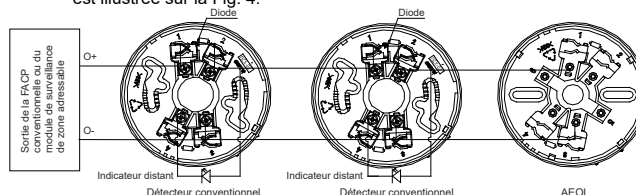

Fig. 4
- Un détecteur conventionnel peut être installé sur l'unité AEOL si celle-ci est utilisée comme base du détecteur. La composition du système est illustrée sur la Fig. 4.